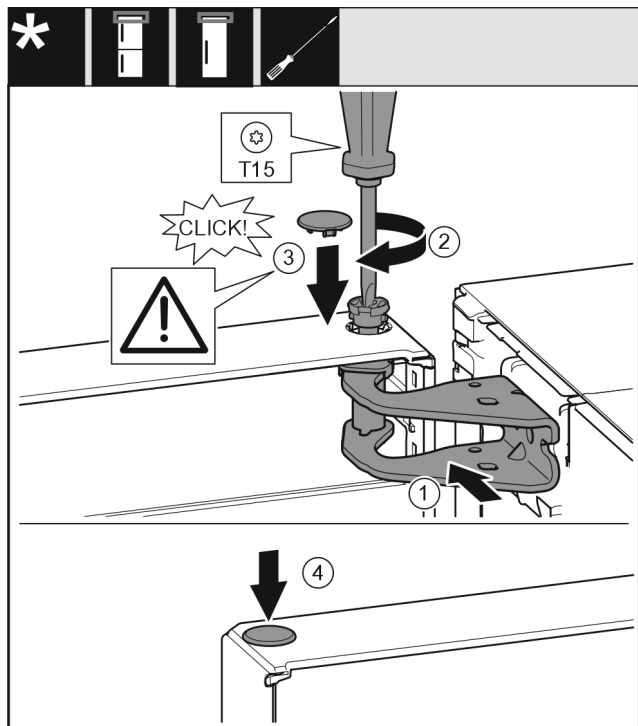

Fig. 17
- ▶ Tür oben zur Öffnung im Lagerbock ausrichten. Fig. 17 (1)
- ▶ Bolzen einsetzen und mit Schraubendreher T15 festschrauben. Fig. 17 (2)
- ▶ Sicherungsabdeckung zur Sicherung der Tür montieren: Sicherungsabdeckung einsetzen und Kontrollieren ob sie auf der Tür aufliegt. Ansonsten Bolzen vollständig einsetzen. *Fig. 17 (3)*
- ▶ Stopfen einsetzen. *Fig. 17 (4)*